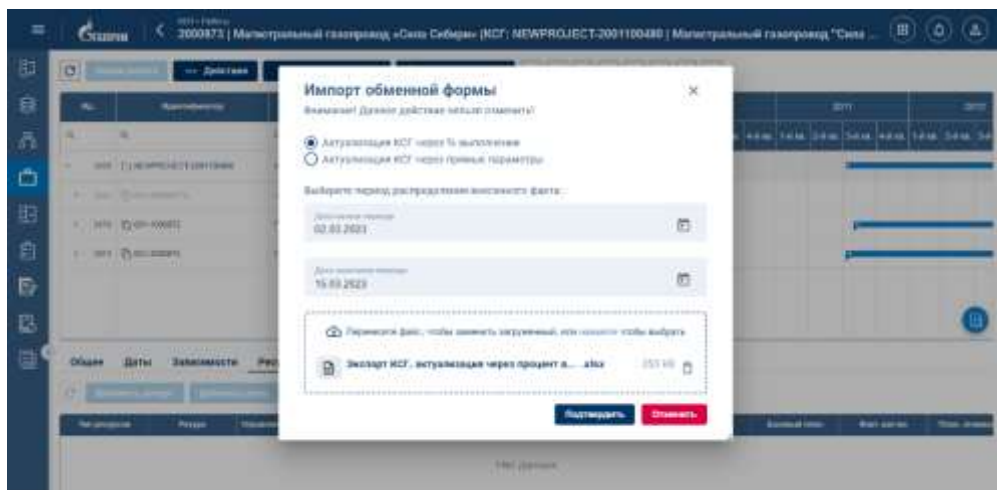

Рисунок 137– Импорт обменной формы, актуализация КСГ через % выполнения
6.2 Выбрать тип загрузки ОФ «Актуализация КСГ через % выполнения» и необходимый период (как правило, он совпадает с периодом экспорта ОФ). Загрузить или перетащить в окно заполненную ОФ (Рисунок 137).